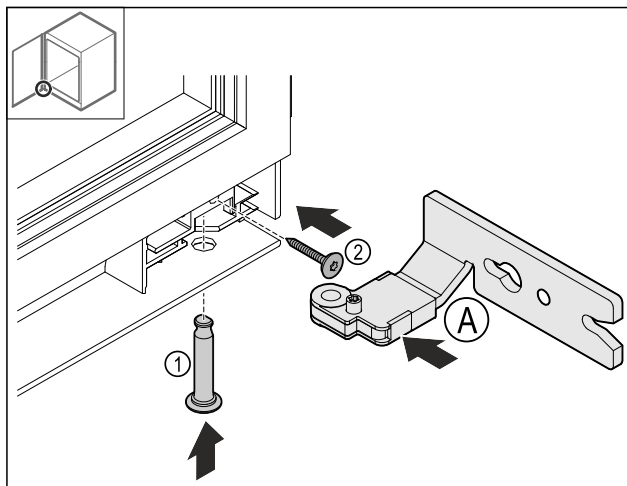

Fig. 27
- ▶ Вставте нижню петлю Fig. 27 (A).
- ▶ Вставте й зафіксуйте палець Fig. 27 (1).
- ▶ Затягніть гвинт Fig. 27 (2).